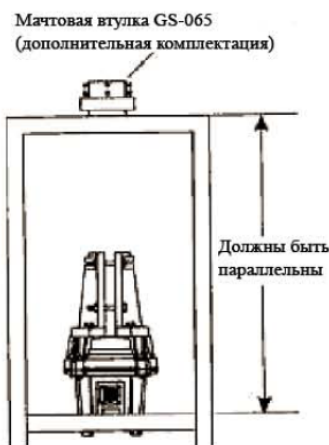

Рисунок 11
3. Если планируется использовать упорную втулку (например, дополнительную комплектующую от Yaesu модели GS-065), установите ее на верхушке опоры (см. Рисунок 11) с помощью крепежной арматуры из комплекта поставки.